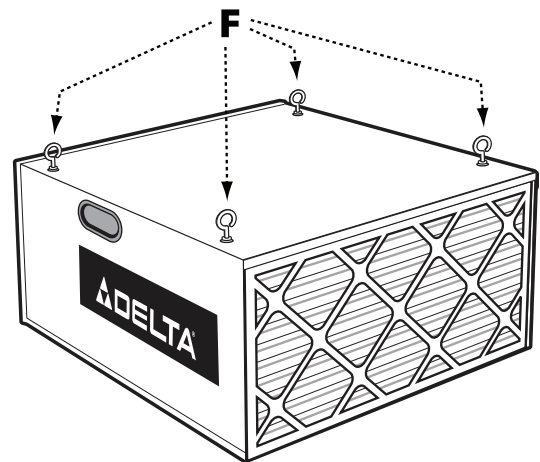

FIG. 6
4. Pase los pernos armella (F) Fig. 6 por los cuatro agujeros donde retiró los tornillos en el PASO 2.